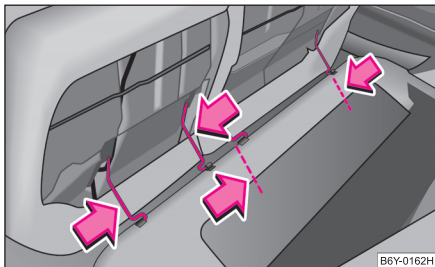

Fig. 55 Demontarea scaunelor din spate
- Apăsăți mânerul de sârmă în sensul săgeții ⇒ fig. 55 și scoateți bancheta din suport.